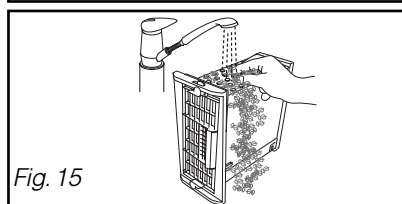

Fig. 15
- Nettoyez-le uniquement avec de l'eau sous le robinet (Fig.15).